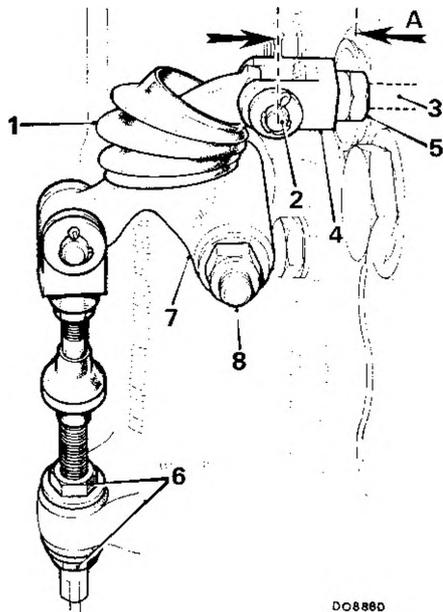

Fig. Fa. 2
3. Far ruotare il braccio della manovella liberandolo dalla forcella del tirante trasversale del selettore e rimontare il perno. Controllare la regolazione 'A' come indicato alla Figura Fa. 2 e, se necessario, regolare la forcella come viene descritto al punto 4.
6. a) Modelli precedenti: Selezionare la posizione "N" per mezzo della leva selettore fino a quando il foro nella forcella del cavo sia in linea con la leva a squadra ed il perno con testa sia facile da inserire (vedi figura Fa. 2 alla pagina seguente).